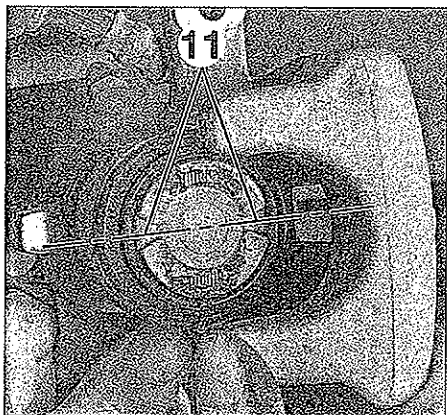

FIG. 16
- Volver atrás para colocar la ranura (11) horizontalmente (fig. 16).